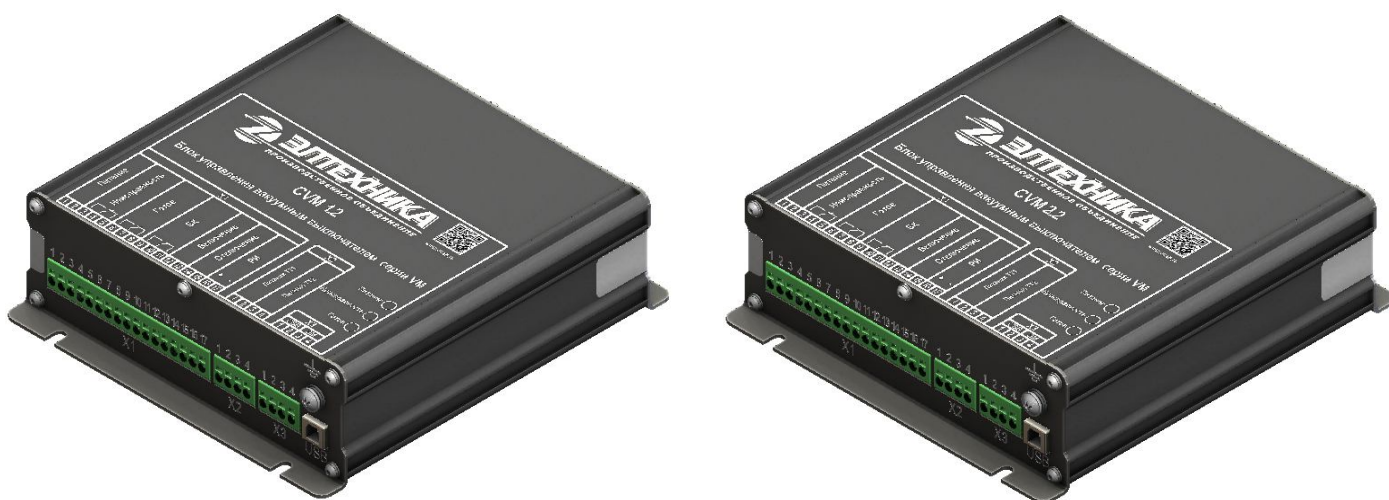

Рис. 2 Блоки управления CVM 1.2, CVM 2.2
- CVM 1.2 / CVM 2.2 с функцией питания от вторичных цепей трансформаторов тока (ТТ) в схемах с прямым подключением в цепи трансформаторов тока с электромеханическими РЗА или МПЗ (рис.2).